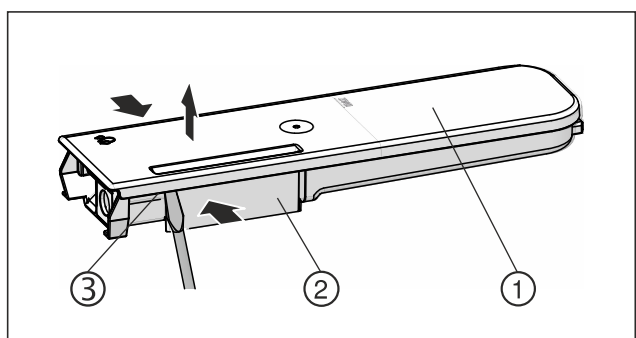

Fig. 165
- Stlačte zásobník na vodu Fig. 165 (2) a veko Fig. 165 (1) opatrne vypáčte a vytiahnite nahor cez západkové výstupky Fig. 165 (3).
- Vekom Fig. 165 (1) zľahka pohybujte sem a tam a odoberte ho smerom nahor.